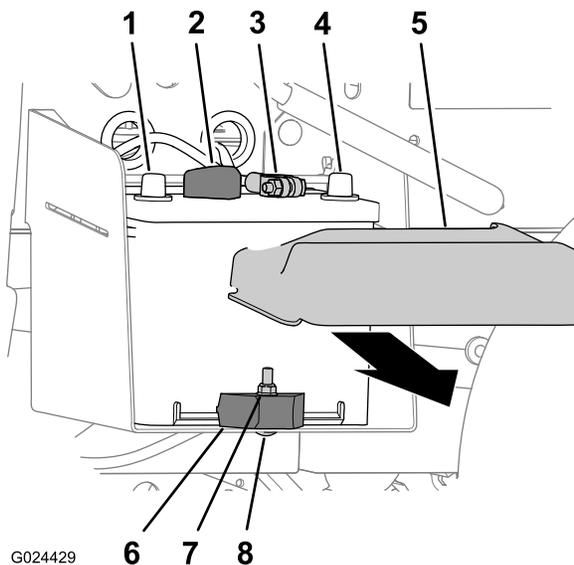

Figure 36
1. Appuyez de chaque côté du couvercle de la batterie et enlevez le couvercle en haut de la batterie (Figure 36).
2. Débranchez le câble négatif de la borne de la batterie (Figure 36).
3. Débranchez le câble positif de la borne de la batterie (Figure 36).
2. Retirez le contre-écrou, le boulon de carrosserie et la barrette qui fixent la batterie à son support (Figure 36).
3. Enlevez la batterie de son support (Figure 36).
1. Alignez la batterie sur son support sur la machine (Figure 36).
**Remarque:** Vérifiez que les bornes positive et négative de la batterie sont alignées comme montré à la Figure 36.
2. Fixez la batterie à son support au moyen de la barrette de maintien, du boulon de carrosserie et du contre-écrou (Figure 36).
1. Branchez le câble positif à la borne de la batterie (Figure 36).
2. Branchez le câble négatif à la borne de la batterie (Figure 36).
3. Reposez le couvercle au sommet de la batterie (Figure 36).